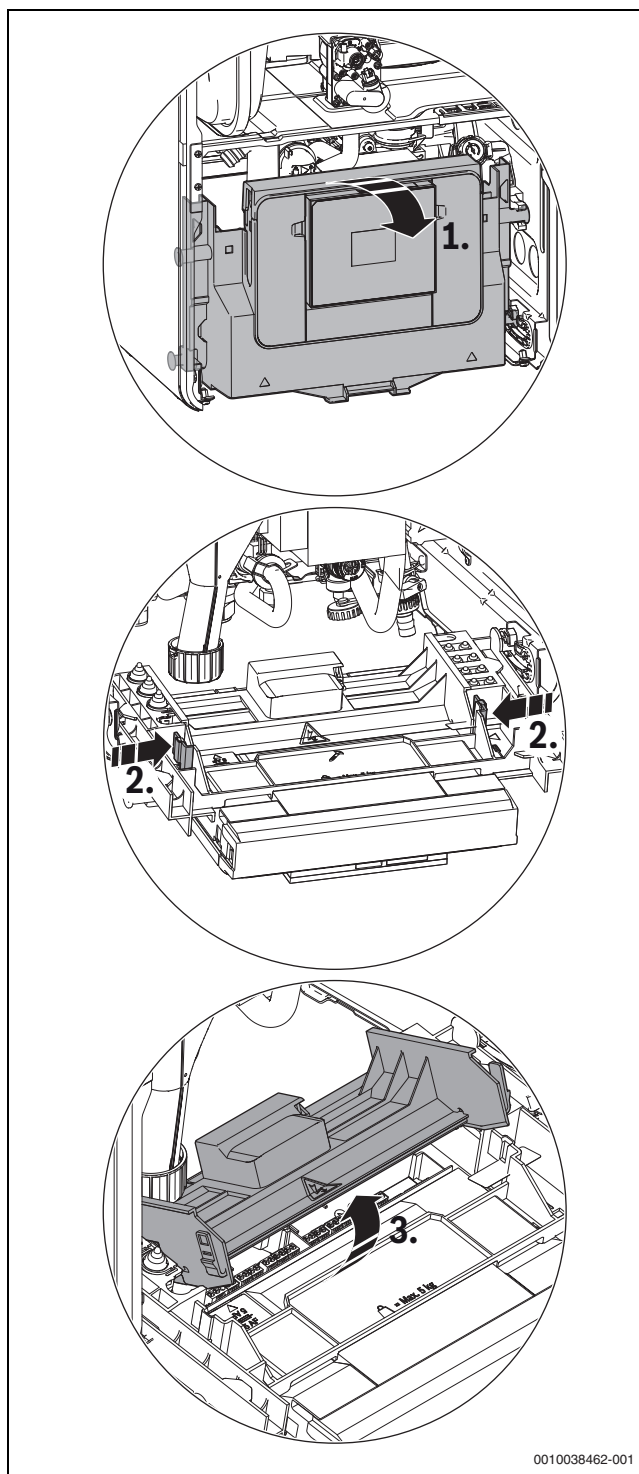

Fig. 41 Ouverture du cache
- Rabattre l'appareil de commande (→ fig. 41).